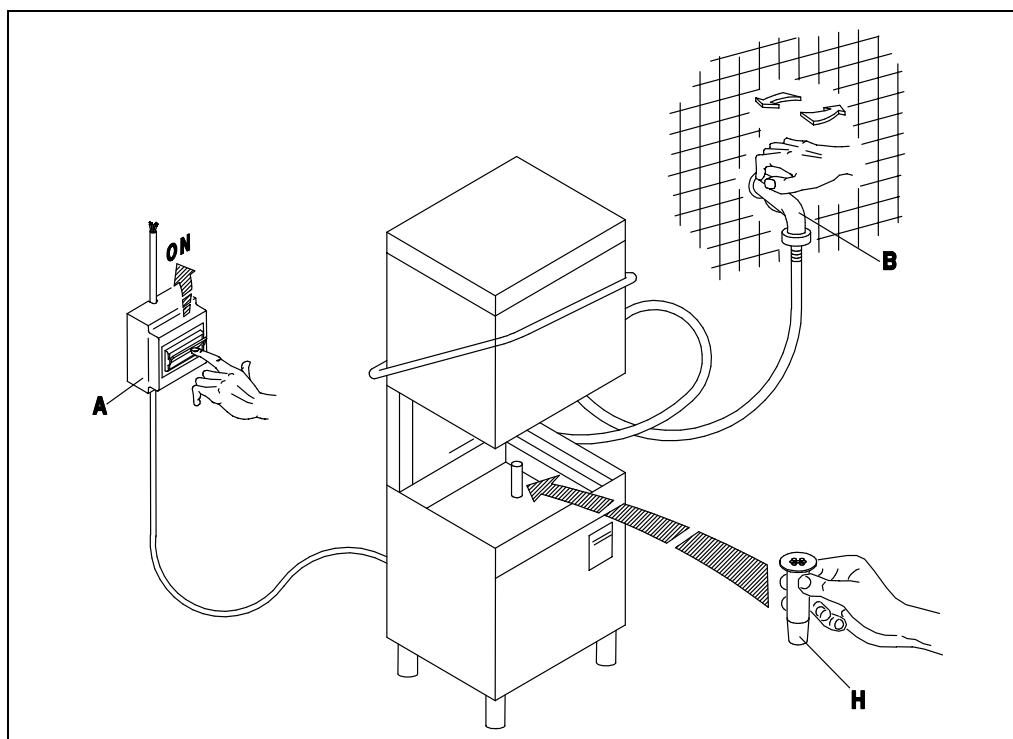

Fig. 3-1
- Aprire il rubinetto dell'acqua (B), inserire l'interruttore generale (A). Attivare l'interruttore principale dell'apparecchio (1), ne conseguirà l'accensione della spia (A) evidenziando che la macchina è sottoposta a tensione. A porta chiusa l'apparecchio si riempie d'acqua e alla fine del carico, si inseriscono automaticamente le resistenze della vasca e del boiler. Il funzionamento delle resistenze è reso visibile dall'accensione delle spie (D) ed (E). Quando entrambe le spie si spengono l'acqua avrà raggiunto le temperature impostate e l'apparecchio sarà pronto per iniziare il lavaggio. (fig. 3-1÷3-2)
- Turn on the water tap (B) and switch on the master switch (A). Turn the appliance ON switch (1), which will cause the warning light (A) to illuminate, indicating that the machine is live. When the door is closed the appliance fills with water. When it is full, the tub and boiler heating elements come on automatically. When the elements are activated, the warning lights (D) and (E) are illuminated. When both warning lights go out the water has reached the set temperature and the appliance is ready to begin the washing cycle. (fig. 3-1÷3-2)
- Öffnen Sie den Wasserhahn (B) und betätigen Sie den Hauptschalter (A). Beim Betätigen des Schalters (1) am Gläserspüler wird die Anzeige (A) aufleuchten, an der Sie erkennen können, daß die Maschine unter Spannung steht. Bei geschlossener Tür läuft Wasser in die Maschine; ist die nötige Wassermenge einmal erreicht, so schalten die Widerstände des Spülbehälter und des Boilers automatisch ein. Der Betrieb der Widerstände wird durch das Aufleuchten der Anzeigen (D) und (E) erkennbar. Beide Leuchtanzeigen erlöschen, wenn das Wasser eine vorbestimmte Temperatur erreicht hat, d. h. wenn der Gläserspüler betriebsbereit ist. (fig. 3-1÷3-2)
- Ouvrir le robinet (B) et insérer l'interrupteur général (A). Ouvrir l'interrupteur principal de l'appareil (1), le voyant (A) s'allumera ce qui signifie que la machine est branchée. L'appareil se remplit d'eau avec porte fermée et à la fin du chargement les éléments chauffants de la cuve et du boiler entrent automatiquement en action. Les voyants (D) et (E) s'allument quand les éléments chauffants fonctionnent. Les deux voyants s'éteignent dès que l'eau a atteint la température programmée et l'appareil est prêt pour commencer le lavage. (fig. 3-1÷3-2)
- Abrir el grifo del agua (B), conectar el interruptor general (A). Activar el interruptor principal del aparato (1); el encendido de la luz testigo (A) indica que la máquina está en tensión. Con puerta cerrada el aparato se llena de agua y cuando la carga esté terminada se conectarán automáticamente las resistencias del tanque y de la caldera. El funcionamiento de las resistencias es señalado por el encendido de las luces indicadoras (D) y (E). Cuando ambas luces se apaguen, el agua habrá alcanzado la temperatura programada y el aparato estará listo para empezar el lavado. (fig. 3-1÷3-2)
- Abrir a torneira de água (B), acionar o interruptor geral (A). Acionar o interruptor principal do aparelho (1), a luz (A) se acende evidenciando che a máquina esta sob tensão. Uma vez fechada a porta se enche de água e no final, as resistencias do cuba e do boiler começam a funcionar automaticamente. As luzes (D) e (E) indicam o funcionamento das duas resistencias. Quando ambas se apagarem é porque a temperatura alcançou seu nível desejado e a máquina estará pronta para iniciar a lavagem. (fig. 3-1÷3-2)
- Draai de waterkraan (B) open en schakel de hoofdschakelaar (A) in. Schakel de hoofdschakelaar van het apparaat (1) in waarna het lampje (A) gaat branden waaruit blijkt dat de machine onder stroom staat. Als de deur dichtgedaan wordt, loopt het apparaat vol met water en na afloop van het vollopen worden de verwarmingselementen van de kuip en van de boiler automatisch ingeschakeld. De werking van de verwarmingselementen blijkt uit het feit dat de lampjes (D) en (E) gaan branden. Als allebei de lampjes uitgaan dan heeft het water de ingestelde temperatuur bereikt en is het apparaat klaar om met het afwasprogramma te beginnen. (Afb. 3-1 - 3-2)
**(ES) TEMPERATURAS ACONSEJABLES**
**(NL) GEADVISEERDE TEMPERATUREN**
**(PT) TEMPERATURA**
- A riempimento avvenuto, aprire la porta (I) e introdurre il detersivo (ca. 2 gr. per litro di capacità della vasca). Inserire il cesto (L) carico e chiudere la porta (I). Selezionare il ciclo di lavaggio inserendo il pulsante (4) (ciclo breve (II) tasto premuto ÷ ciclo lungo (I) tasto rilasciato). A questo punto premere il pulsante START (3) (almeno per 2 secondi) e avrà inizio il ciclo di lavoro visualizzato dalla lampada spia (C): la fine del ciclo coincide con lo spegnimento di questa spia. Per spegnere la macchina si dovrà disinserire l'interruttore (1) portandolo nella posizione (0) spia (A) spenta. (Fig.3-1÷3-3).
**N.B.: E' consigliato avviare il ciclo di lavoro quando entrambe le spie delle resistenze, boiler (D) e vasca (E), si spengono, come indicato al punto 3.1 Messa in funzione.**
- Lorsque le remplissage est terminé, ouvrir la porte (I) et verser le détersif (environ 2 g pour chaque litre remplitant la cuve). Introduire le panier (L) plein et fermer la porte (I). Sélectionner ensuite le cycle de lavage en actionnant le bouton-poussoir (4) (cycle court (II) touche enfoncee ÷ cycle long (I) touche relâchée). A ce stade, presser le bouton-poussoir START (3) (au moins 2 secondes) et le cycle de fonctionnement commencera, visualisé par la lampe-témoin (C). La fin du cycle coïncide avec l'extinction de ce voyant. Pour arrêter la machine, il faudra débrancher l'interrupteur (1) en le ramenant sur la position (0): lampe-témoin (A). (Fig.3-1÷3-3).
**N.B.: Nous conseillons de faire démarrer le cycle d'usinage quand les deux voyants des éléments chauffants du boiler (D) et de la cuve (E) s'éteindront comme indiqué au point 3.1 Démarrage.**
- Después del llenado, abra la puerta (I) y vierta el detergente (2 gramos aproximadamente por litro de capacidad de la cuba). Introduzca el cesto (L) carga y cierre la puerta (I). Seleccione el ciclo de lavado por medio del selector (4) (ciclo breve (II) tecla pulsada ÷ ciclo largo (I) tecla soltada). Pulse ahora START (3) (almenos durante 2 segundos) para arrancar el ciclo de trabajo: se enciende la luz testigo (C), que se apagará al final del ciclo. Para apagar la máquina desconecte el interruptor (1) posición 0, luz testigo (A) apagada. (Fig.3-1÷3-3).
- Doe na het volopen de deur open (I) en doe er afwasmiddel in (ongeveer 2 g per liter inhoudscapaciteit van de kuip). Doe de beladen korf (L) erin en doe de deur (I) dicht. Stel het afwasprogramma in door op de knop (4) te drukken (kort programma (II) toets ingedrukt – lang programma (I) toets losgelaten). Druk nu op de START knop (3) waarna (minstens 2 seconden) het afwasprogramma zal beginnen dat aangegeven wordt door het controlelampje (C): het einde van het programma valt samen met het uitgaan van dit lampje. Om de machine uit te schakelen moet u de schakelaar (1) uitschakelen door hem op de stand (0) te zetten, lampje (A) uit (Afb. 3-1 ÷ 3-3).